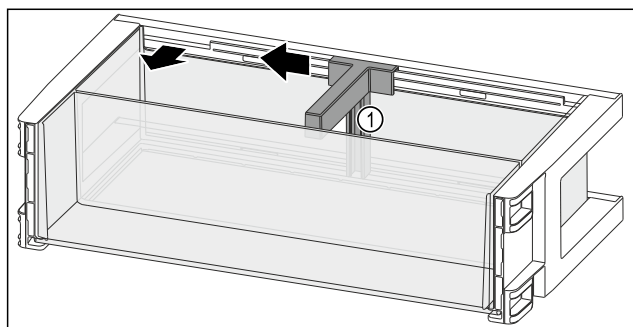

Fig. 110
- ▶ Сместите держатель для бутылок Fig. 110 (1) до выемки в сторону.
- ▶ Извлеките держатель для бутылок Fig. 110 (1).